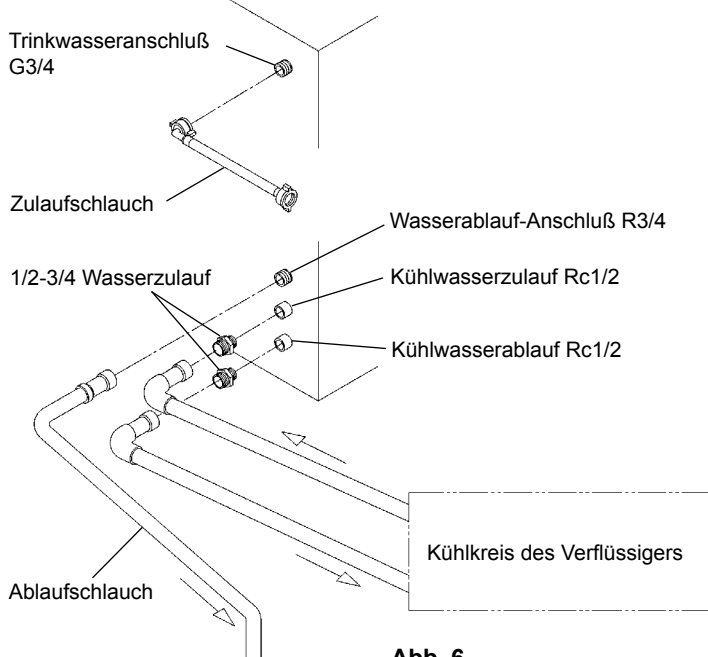

Abb. 6
## [a] Standardanschlüsse entsprechend der WRC-Bestimmungen im Vereinigten Königreich (Abb. 6 und 7)
5) Mittels eines geeigneten starren Rohrs den Kühlkreislauf des Verflüssigers mit den freien Enden der 1/2-3/4 Wasserzuläufe wie dargestellt (Abb. 6) verbinden. Mit PTFE-Band oder geeignetem Abdichtmittel die Verbindung abdichten.